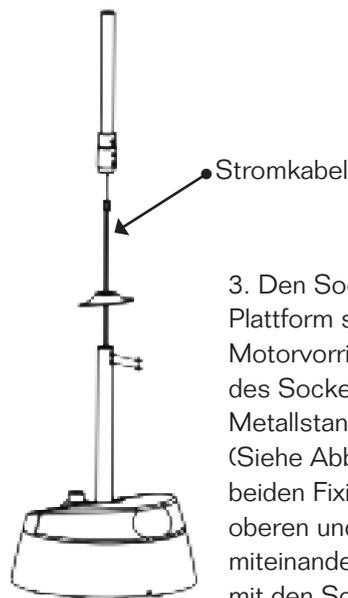

Abbildung 3
3. Den Sockel umgekehrt auf eine Plattform stellen und das Kabel der Motorvorrichtung durch die Abdeckung des Sockels führen. Die beiden Metallstangen miteinander verbinden (Siehe Abbildung 3), indem Sie die beiden Fixierlöcher im jeweils oberen und unteren Teil der Säulen miteinander ausrichten, und diese mit den Schrauben (4x10) aus der Verpackung fixieren.